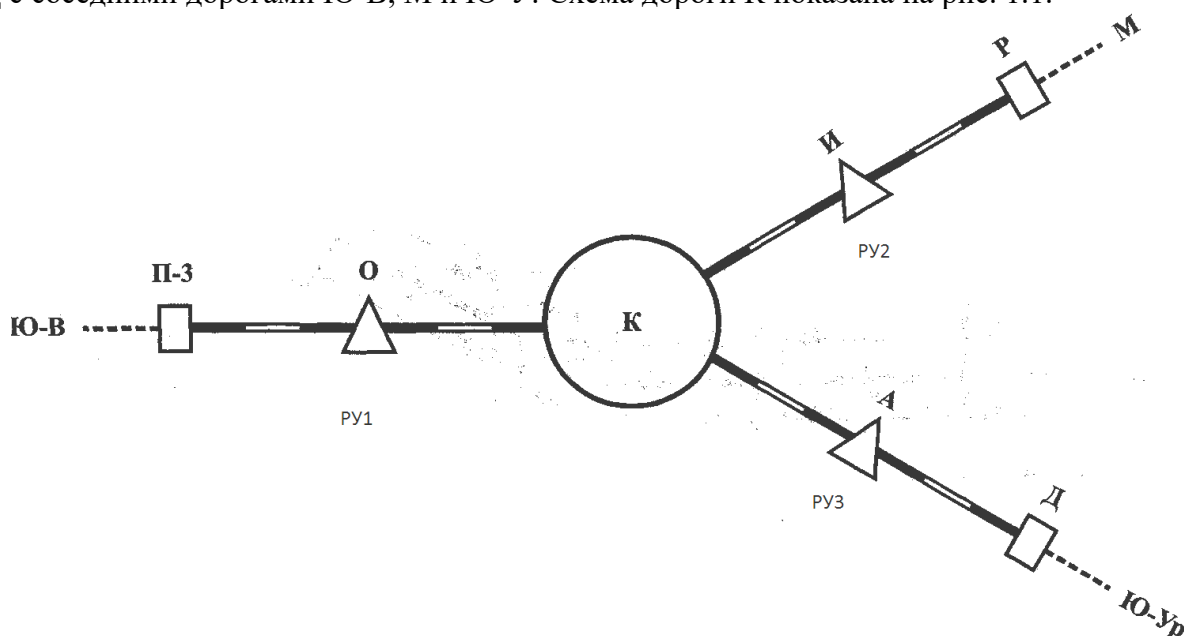

Рис. 1.1
1. Дорога К состоит из трех регионов управления (РУ1, РУ2, РУ3) и имеет междорожные стыки П-3, Р, Д с соседними дорогами Ю-В, М и Ю-У. Схема дороги К показана на рис. 1.1.